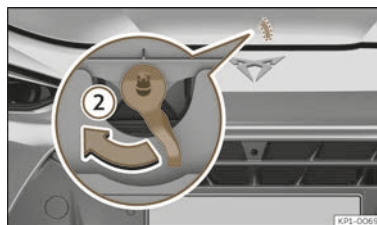

Abb. 225 Hebel unter der Motorraumklappe.
- Um die Frontklappe zu öffnen, drücken Sie den unterhalb der Frontklappe mittig vorgesehenen Hebel mit der Hand nach links >>> (Abb. 225) ②. Die Fanghaken werden entriegelt.